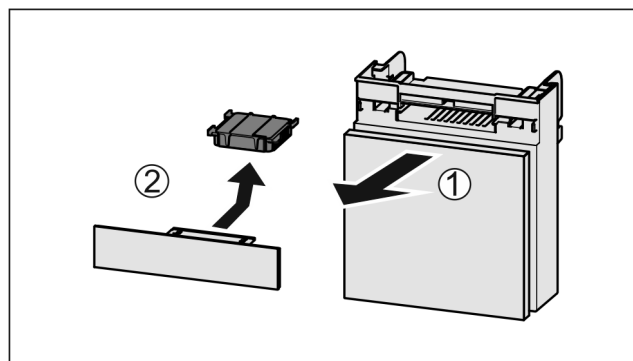

Fig. 137
- ▶ Потягніть Fig. 137 (1) відділення вперед.
- ▶ Витягнути Fig. 137 (2) фільтр з активованого вугілля.